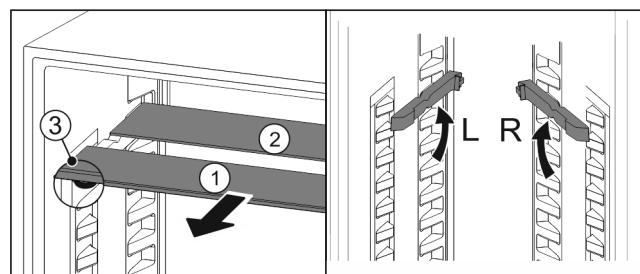

Fig. 92
- Extrageți Fig. 92 (1) pe rând plăcile de sticlă spre înainte.
- Placa de sticlă Fig. 92 (1) cu șipca decorativă se află în față.
- Opritoarele Fig. 92 (3) indică în jos.